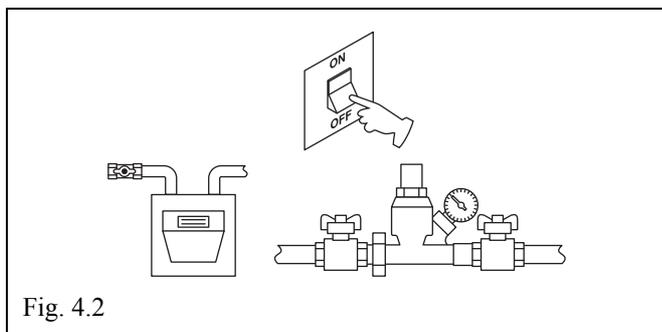

Fig. 4.2
- chiudere i rubinetti del combustibile e dell'acqua dell'impianto termico e sanitario **FIG. 4.2**.